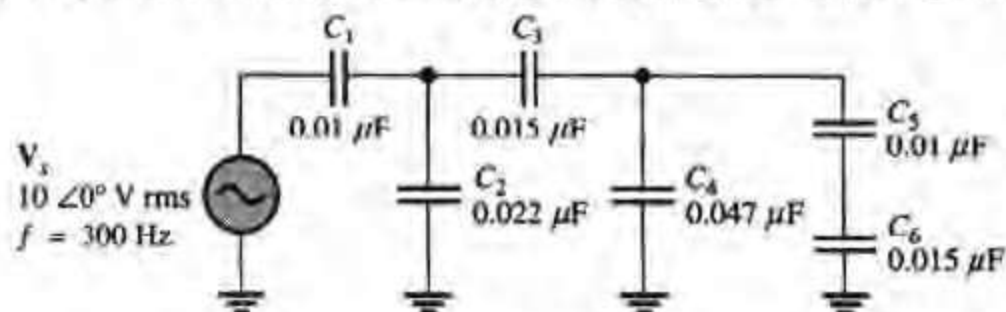

图 13.76
- * 46. 计算图 13.76 中各个电容上的交流电压和各电路分支的电流。电流和电压的相位差是多少?
* 52. 如果图 13.76 中 C_4 断路,计算其他电容上的电压。